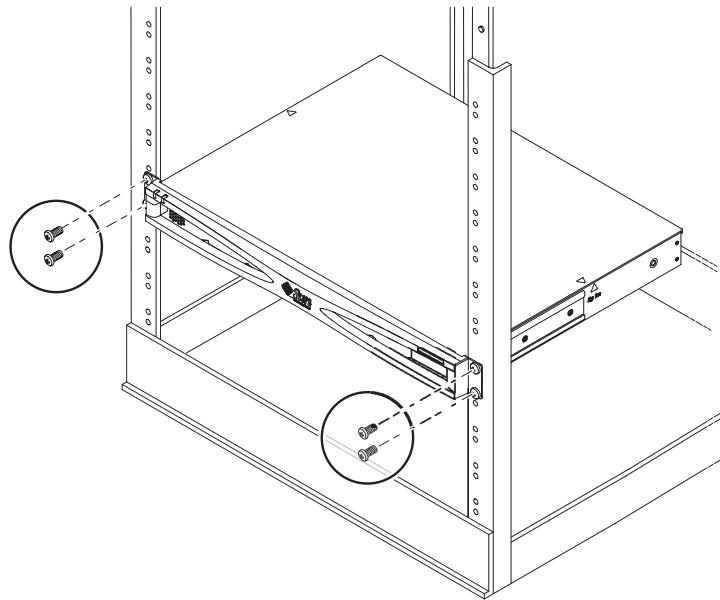

図 2-1 標準の 19 インチラックへのサーバーの取り付け
1. ラック内にサーバーを入れて、ねじを締めます(図 2-1 を参照)。